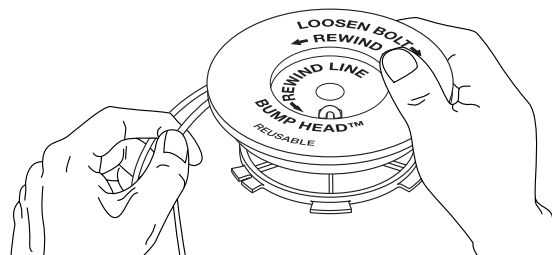

Fig. 32
- Enroulez les fils en couches uniformes serrées sur le moulinet (Fig. 32). Enroulez le fil dans le sens indiqué sur le moulinet intérieur. Placez votre index entre les deux fils pour les empêcher de se superposer. Ne superposez pas les extrémités du fil. Passez à l'étape 11.